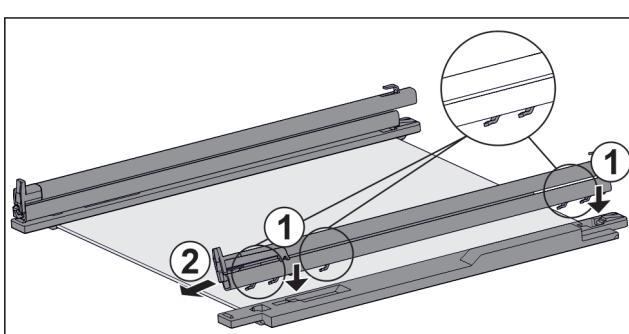

Fig. 132 带轨道和固定件的玻璃隔板
- ▶ 将轨道的挂钩放到左侧固定件的孔上。Fig. 132 (1)
- ▶ 向前拉轨道。Fig. 132 (2)
- ▶ 将轨道的挂钩放到右侧固定件的孔上。Fig. 132 (1)